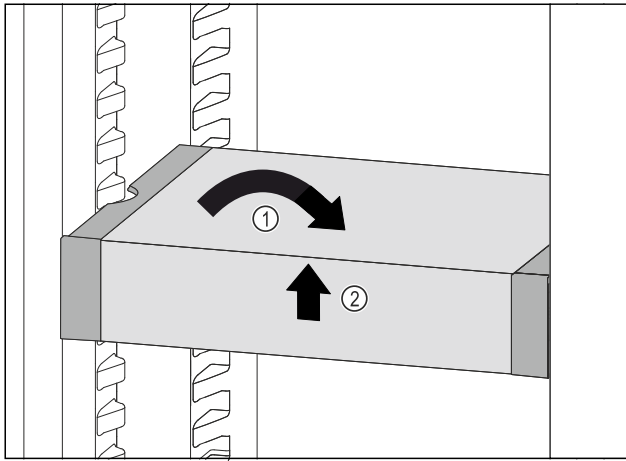

Fig. 76
- ▶ Изправете VarioSafe. Fig. 76 (1)
- ▶ Повдигнете VarioSafe отпред. Fig. 76 (2)